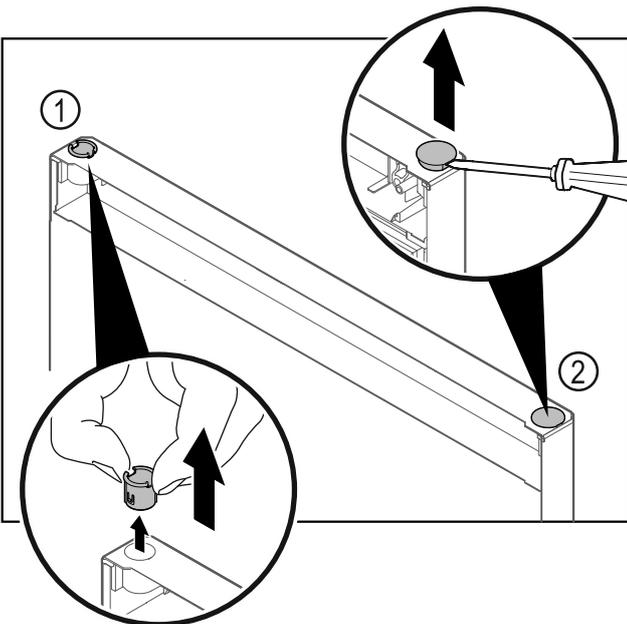

Fig. 28
- ▶ Pirštais ištraukite šarnyrinę įvorę Fig. 28 (1).
- ▶ Dengiamąjį kamštį Fig. 28 (2) atsargiai pakelkite išdrožiniu atsuktuvu ir jį ištraukite.